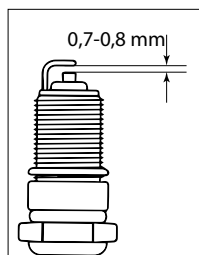

Рис. 27
7. Проверете размер на луфта между заземяващи и централни електроди, като използвате специална сонда. Ако е необходимо, установете луфт 0,7–0,8 мм (рис. 27).